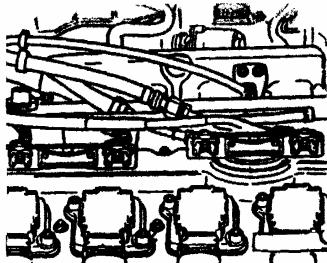
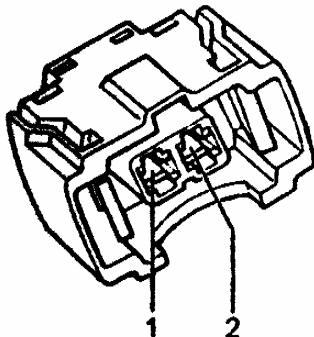

图 3-25 拔下喷油器的连接插头
图 3-26 气缸喷油器连接插头
(5) 拔下喷油器的连接插头, 如图 3-25 所示。将发光二极管检查灯连接到待检查气缸插头的端子上, 使起动电动机转动, 发光二极管应闪烁。如果不闪烁, 检查气缸二针插头端子 (图 3-26) 和插头端子到燃油泵继电器 (J17) 之间的导线是否断路或短路。